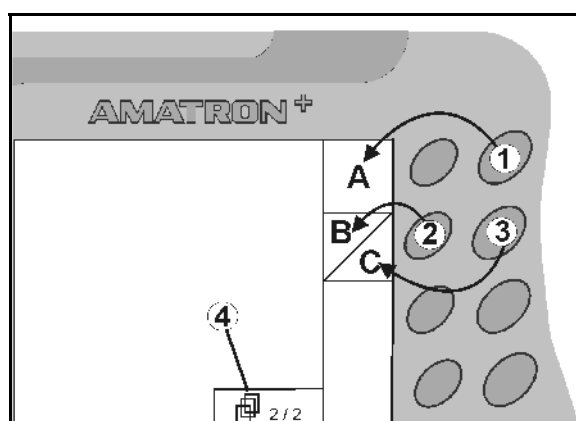

Fig. 7
- Si aparecen campos cuadrados en la pantalla, sólo está asignada la tecla derecha (Fig. 7/1) al campo de función (Fig. 7/A).
- o la tecla izquierda (Fig. 7/2) está asignada al campo de función superior izquierda (Fig. 7/B).
- o la tecla derecha (Fig. 7/3) está asignada al campo de función inferior derecha (Fig. 7/C).
• Navegar en otras páginas del menú (sólo es posible cuando el símbolo (Fig. 7/4) aparece en la pantalla)